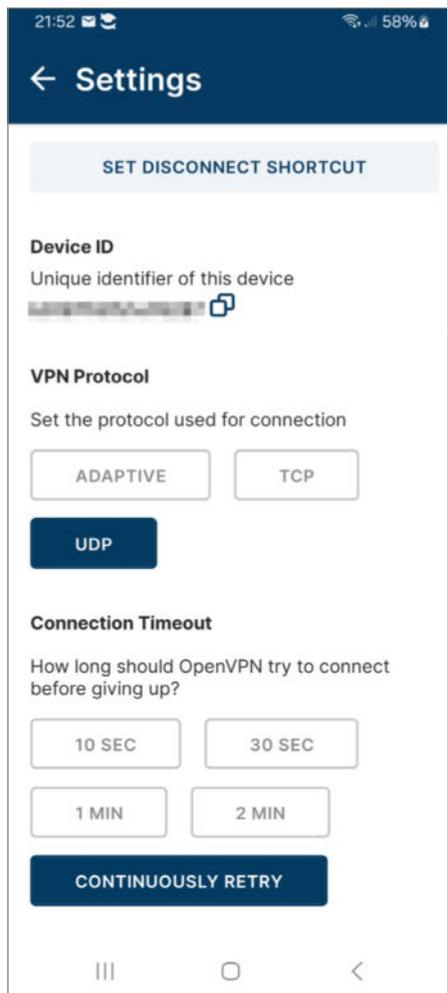

Bild 3: Die Einrichtung von OpenVPN bietet wenige Überraschungen
- Über das „Hamburger“-Menü und den Menüpunkt „Import Profile“ wird die eben erzeugte Datei importiert. Danach am besten vom Mobilgerät löschen, denn es handelt sich um unseren digitalen Haustürschlüssel. Im Menüpunkt „Settings“ (Bild 3) müssen folgende Einstellungen vorgenommen werden: